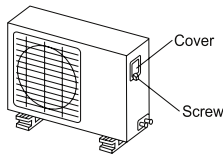

Рис. 20
- 5. Снимите панель и винты и выньте крышку клеммной коробки (рис. 20).
- Откройте шток вентиля до положения, когда он коснется стопора (рис. 20). Не открывайте его сильнее.